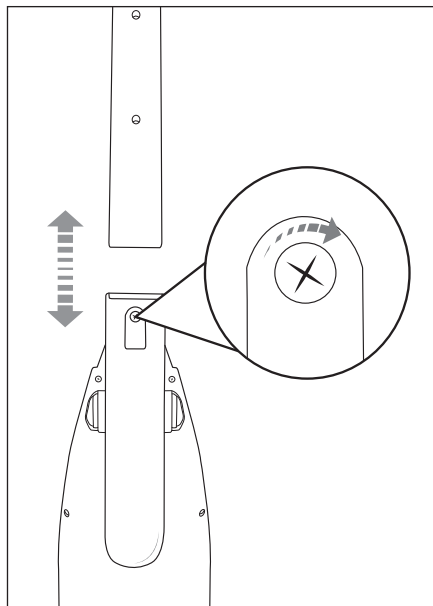

Fig. 2
- 2) Sæt skaftet 11 på skaftholderen på produktet. Sæt skaftet 11 helt på skaftholderen, indtil det sidder fast på produktet. (Fig. 2).